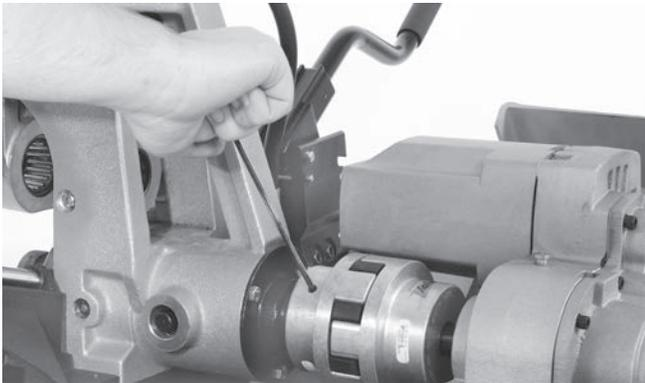

Figure 24 – Desserrer les deux vis du couplage de transmission
1. Servez-vous de la clé Allen $\frac{3}{16}$ " fournie pour desserrer les deux vis de la partie avant du couplage de transmission (Figure 24).
3. Servez-vous de la clé Allen $\frac{3}{16}$ " fournie pour desserrer les deux vis de la partie avant du couplage de transmission (Figure 24).